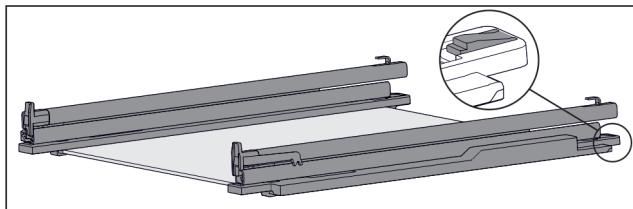

Fig. 110 Стеклянная пластина с направляющими и крепежными элементами
- Крепежный элемент сзади прижмите вниз (см. Fig. 110) и одновременно отодвигните направляющую назад.